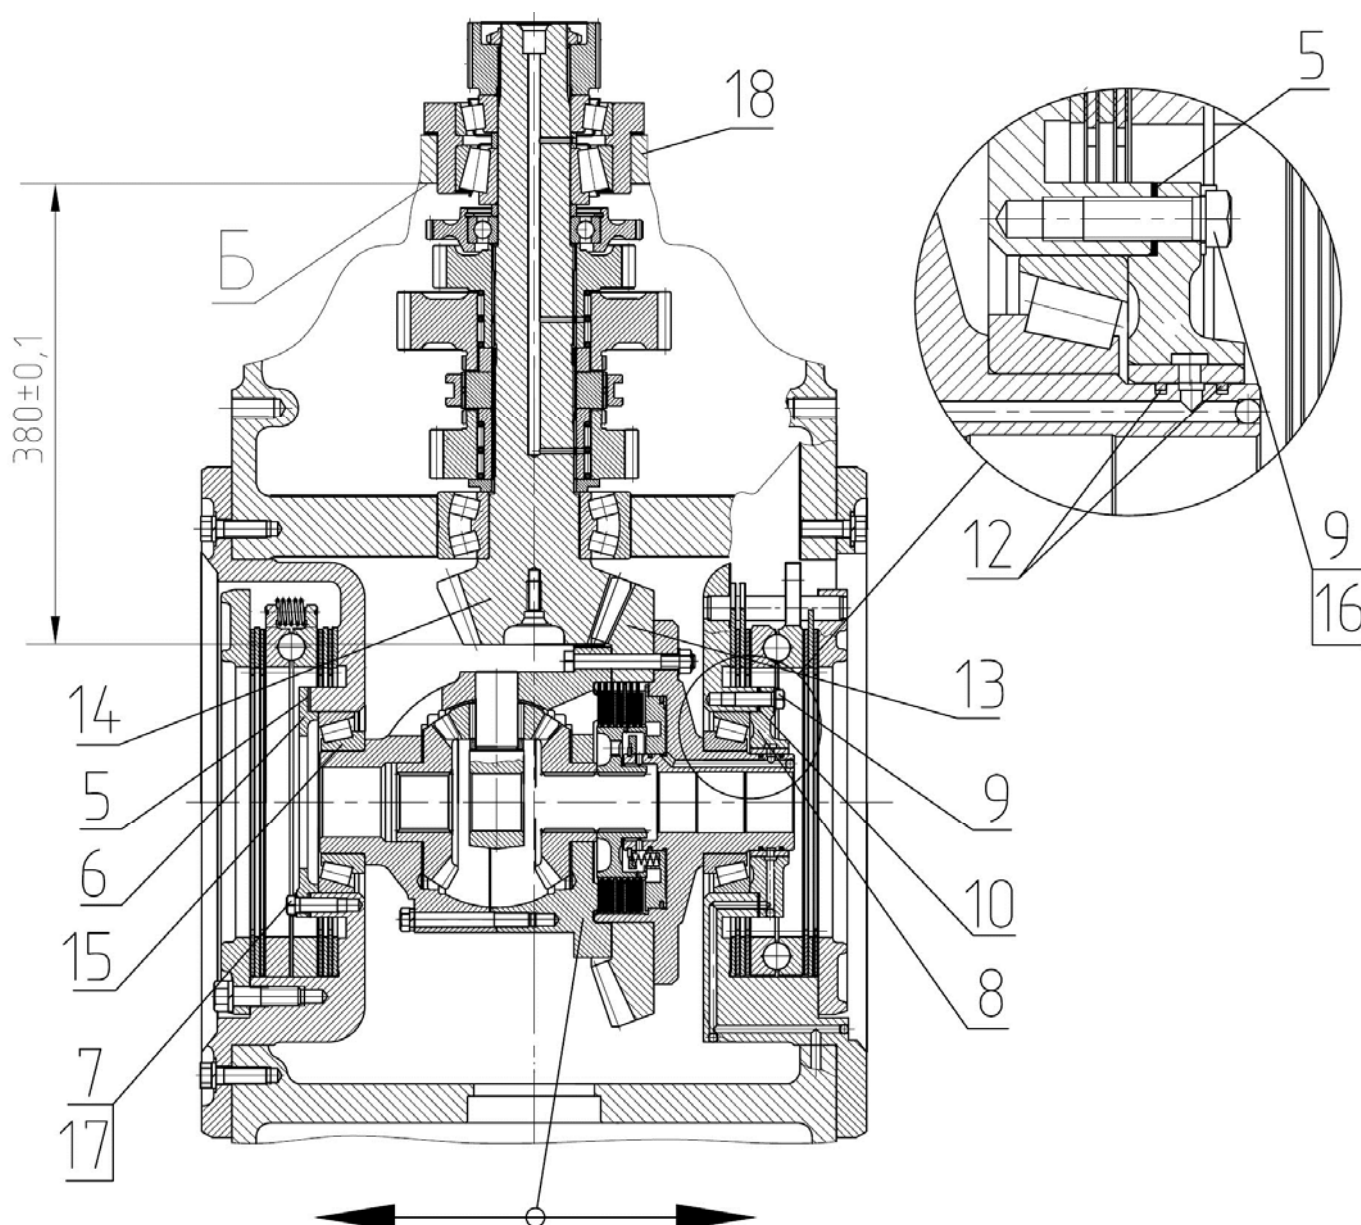

Рис.4.64 Регулировка бокового зазора в шестернях главной пары.
1) отрегулируйте зазор в главной паре - 0,25...0,55 мм, переставляя часть набора прокладок (10), (рисунок 4.64), из под правой крышки (8) в набор (5) под левую крышку (6) (или наоборот) **без изменения их общего количества**;
2) замерьте зазор индикатором на зубе ведомой шестерни (13), (рисунок 4.64), при застопоренной ведущей вал-шестерне (14). Колебание зазора – не более 0,2 мм в пределах отрегулированного зазора (0,25...0,55 мм);
3) после проведения регулировок зазора в конических подшипниках дифференциала и бокового зазора в главной паре установите чугунные кольца (12), (рисунок 4.64), и стопорные пластины (16) и (17) под болты (7) и (9), отогнув усы стопорных пластин для фиксации головок болтов (7) и (9) после затяжки болтов.
Внимание: До установки плиты в сборе (18), (рисунок 4.64), с ведущей вал-шестерней (14) главной пары, проверьте вылет шестерни главной пары. Вылет должен быть $380 \pm 0,1$ мм, от торца ведущей шестерни (14) до внутренней привалочной к корпусу заднего моста поверхности (Б) плиты (18).